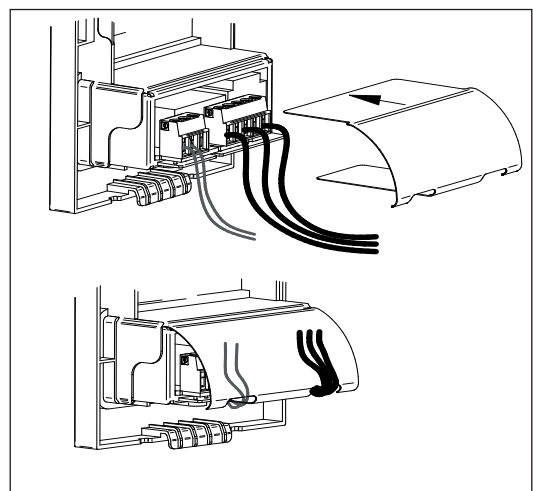

Abb. 3
1. Zum Entfernen des Bedientableaus (4) die Thermometerfühleraufnahme (1) durch Lösen der Kreuzschlitzschrauben (2) abnehmen.
2. Fühlerbirne (3) aus der Klemmung der Thermometerfühleraufnahme (1) lösen. Evtl. Klebefestigung an der Aufnahme sowie Dichtmaterial bei der Durchführung der Sensorleitung (12) entfernen.
3. Kappe (19) entfernen, Schraube (5) mit Kreuzschlitzschraubendreher herausdrehen, das Bedientableau (4) oben nach vorne kippen und aus der Einhängelöffnung (6) unten herausheben.
4. Elektrische Anschlüsse am Lichtschalter (7) abschrauben. Belegung notieren, um ein fehlerhaftes Anschließen zu vermeiden.
5. Tropffolie (9) am Thermometer (10) herausziehen. Anschließend elektrische Anschlüsse am Thermometer (10) abschrauben. Belegung notieren, um ein fehlerhaftes Anschließen zu vermeiden.
6. Rastlaschen (11) der Blende zusammendrücken und Thermometer nach vorne herausziehen.
7. Zum Ausbau des Lichtschalters (7) die 4 Halternasen auf drücken und Schalter nach hinten herausnehmen
8. Einen neuen Lichtschalter (7) oder ein neues Thermometer (10) wie die alten Komponenten anklemmen. Die Anschlüsse dürfen dabei nicht vertauscht werden. Dazu den Anschluss- und Verdrahtungsplan im Deckel der Leuchte beachten.
Für die elektrische Sicherheit muss die Tropffolie (9) zwingend wieder montiert werden (s. Abb. 3).